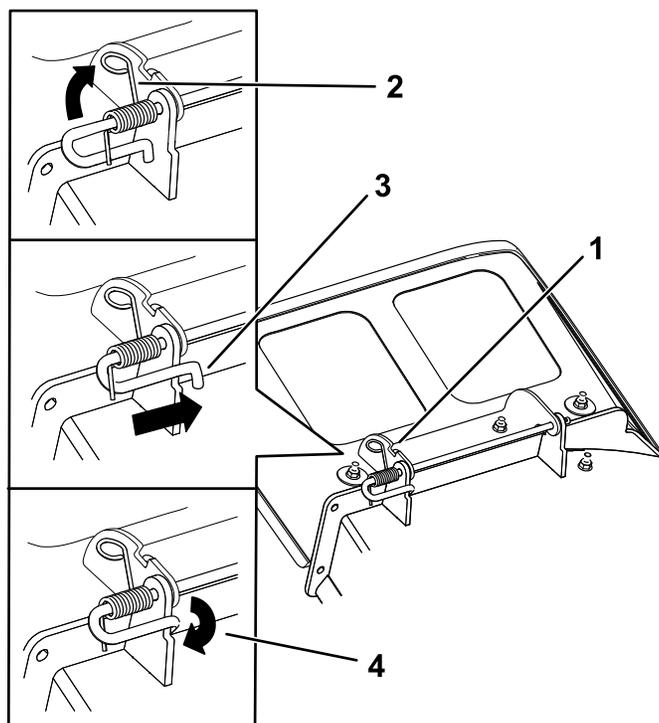

Рисунок 77
3. Установите новый отражатель выброса так, чтобы концы кронштейнов находились между приварными кронштейнами на деке, как показано на Рисунок 77.
5. Расположите пружину на стержне так, как показано на Рисунок 77, чтобы более короткий конец пружины выходил из-под стержня перед его изгибом и проходил над стержнем в месте выхода из изгиба.
6. Поднимите конец пружины, имеющий петлю, и поместите его в выемку на кронштейне отражателя (Рисунок 77).
7. Закрепите узел стержня и пружины, закрутив его таким образом, чтобы короткий конец стержня находился за кронштейном газонокосилки, приваренном к деке (Рисунок 77).